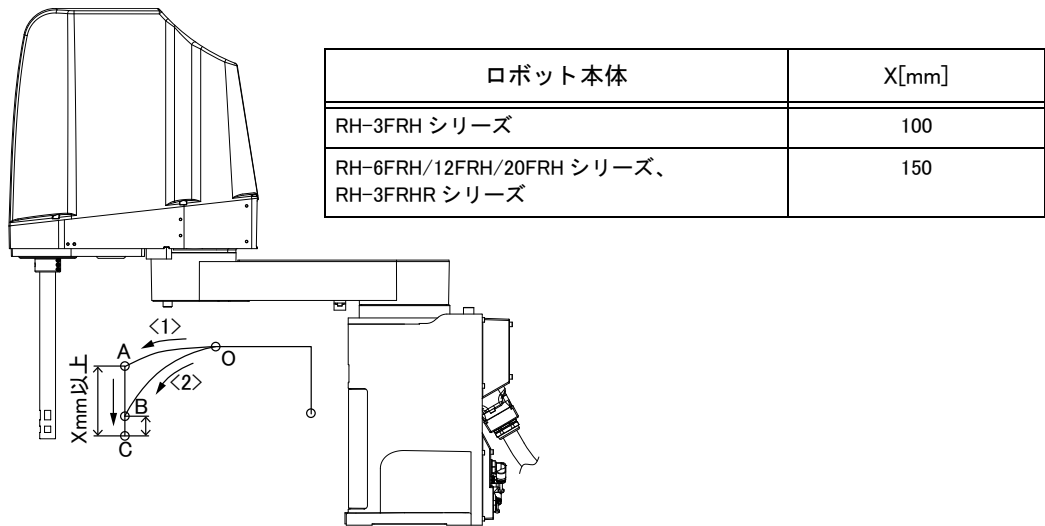

図 2-14 : Z 軸最下端で位置決めする場合の推奨経路
- 3) Z 軸最下端付近でワーク位置決めを行う場合、(上記 2) で効果がない場合) <1> の動作 (ロボット経路 : O → A → C) を行ってください。 <2> の動作 (ロボット経路 : O → B → C) の場合は残留振動が発生することがあります。(図 2-14 参照)